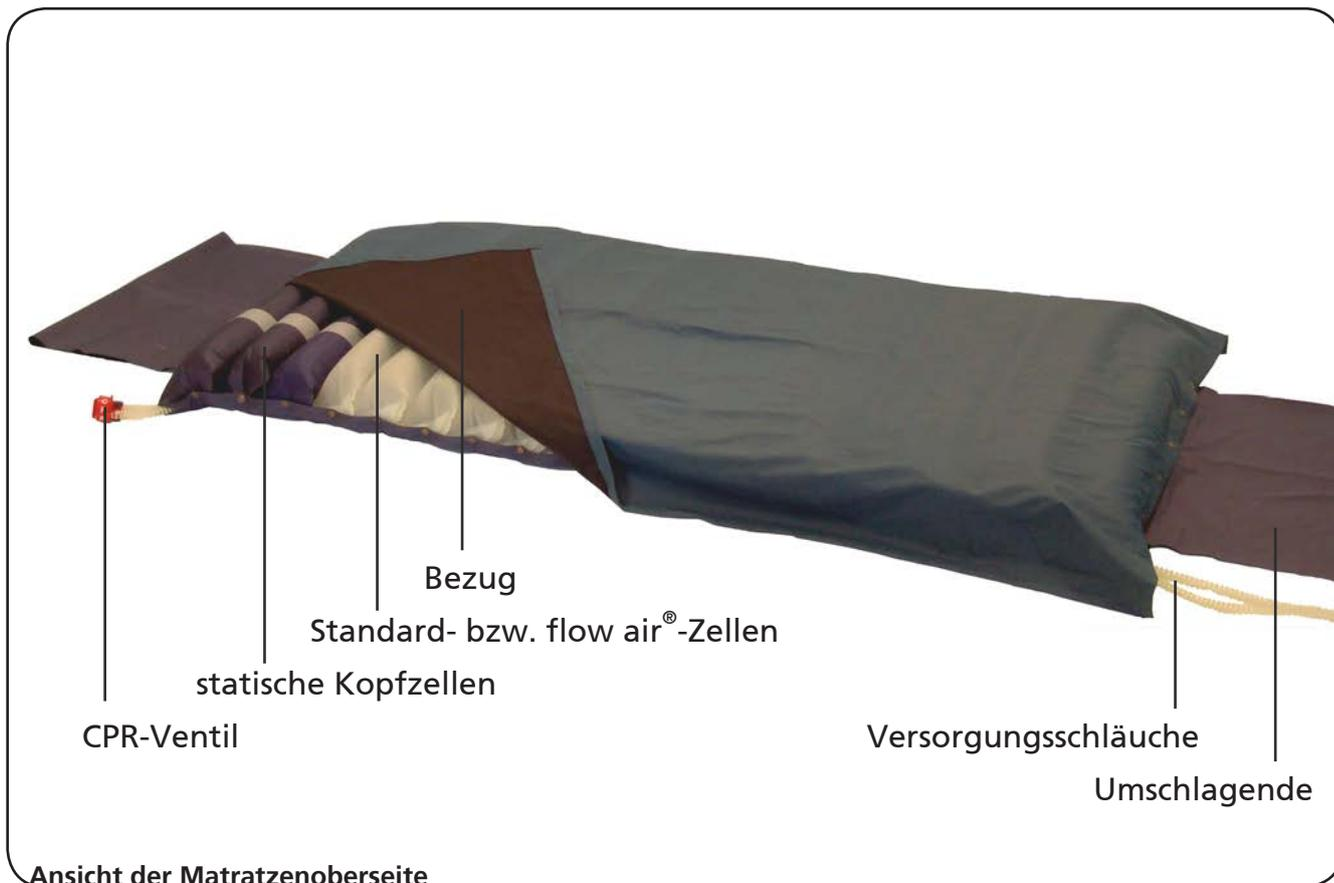

Abbildung 07
6. Befestigen Sie die Wechseldruckmatratze, indem Sie bei der aks-decubiflow 23-Matratze die vier Befestigungsbänder an der Unterseite der Wechseldruckmatratze (siehe Abbildung 06) unter die Ecken der Liegefläche des Bettes spannen bzw. bei der aks-decubiflow 2000 / 23 A-Matratze beide Umschlagenden (siehe Abbildung 07) an Kopf- und Fußende unter die Standardschaumstoffmatratze oder die Schaumstoffunterlage einschlagen.